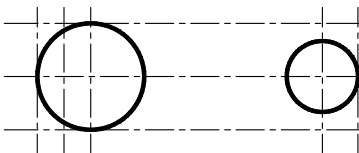

图 7-7 偏移水平中心线
- 10 单击【修改】工具栏按钮,将水平中心线分别向上和向下偏移 15 个绘图单位,如图 7-7 所示。